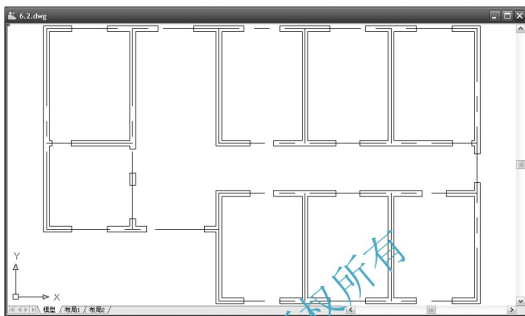

图 6.2 修改后的办公楼底层平面图
- (1) 打开“办公楼底层平面图.dwg”图形文件。
- (2) 将“办公楼底层平面图.dwg”内除【墙线】、【室外】和【轴线】外的其他图层冻结。
- (3) 选择菜单栏中的【编辑】|【复制】命令, 在选择对象: 提示下, 输入“All”后按 Enter 键, 再次按 Enter 键结束命令。
- (4) 选择菜单栏中的【窗口】|【办公楼三维模型】命令, 将“办公楼三维模型”设为当前文件, 然后选择菜单栏中的【编辑】|【粘贴】命令或按 Ctrl+V 组合键, 在指定插入点: 提示下, 在屏幕上任意单击一点作为图形的插入点。
- (5) 输入“Z”后按 Enter 键, 再输入“E”后按 Enter 键, 执行【范围缩放】命令。
- (6) 删除散点后将【室外】图层关闭, 结果如图 6.2 所示。